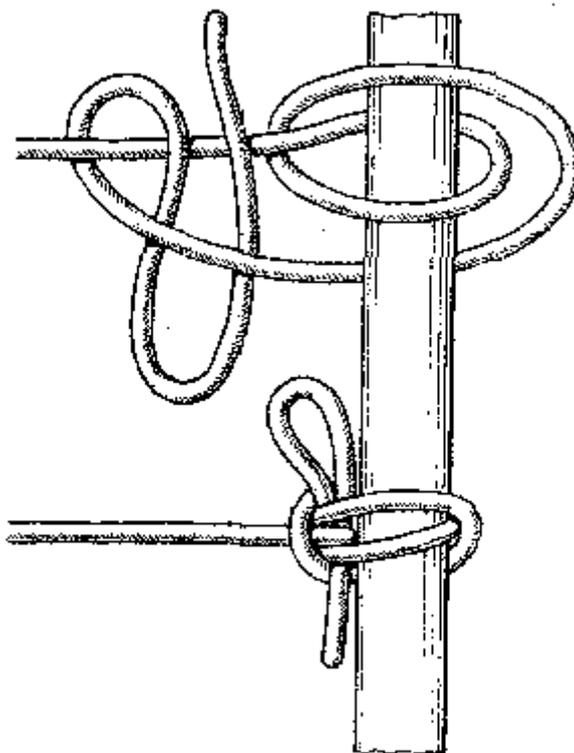

Рис. 101. «Мокрый» полуштык
**“Мокрый” полуштык** (рис. 101). Многие узлы, когда они намокнут, трудно развязать. Нередко случается, что в буквальном смысле слова концы приходится рубить. Именно для такой ситуации моряки и придумали узел с названием “мокрый полуштык”. Его применяют для крепления фалиней и швартовов за кнехты, палы и битенги. Он рассчитан для сильной тяги и быстрой отдачи. Как бы сильно узел ни затянулся и при этом намок, его всегда можно быстро отдать.